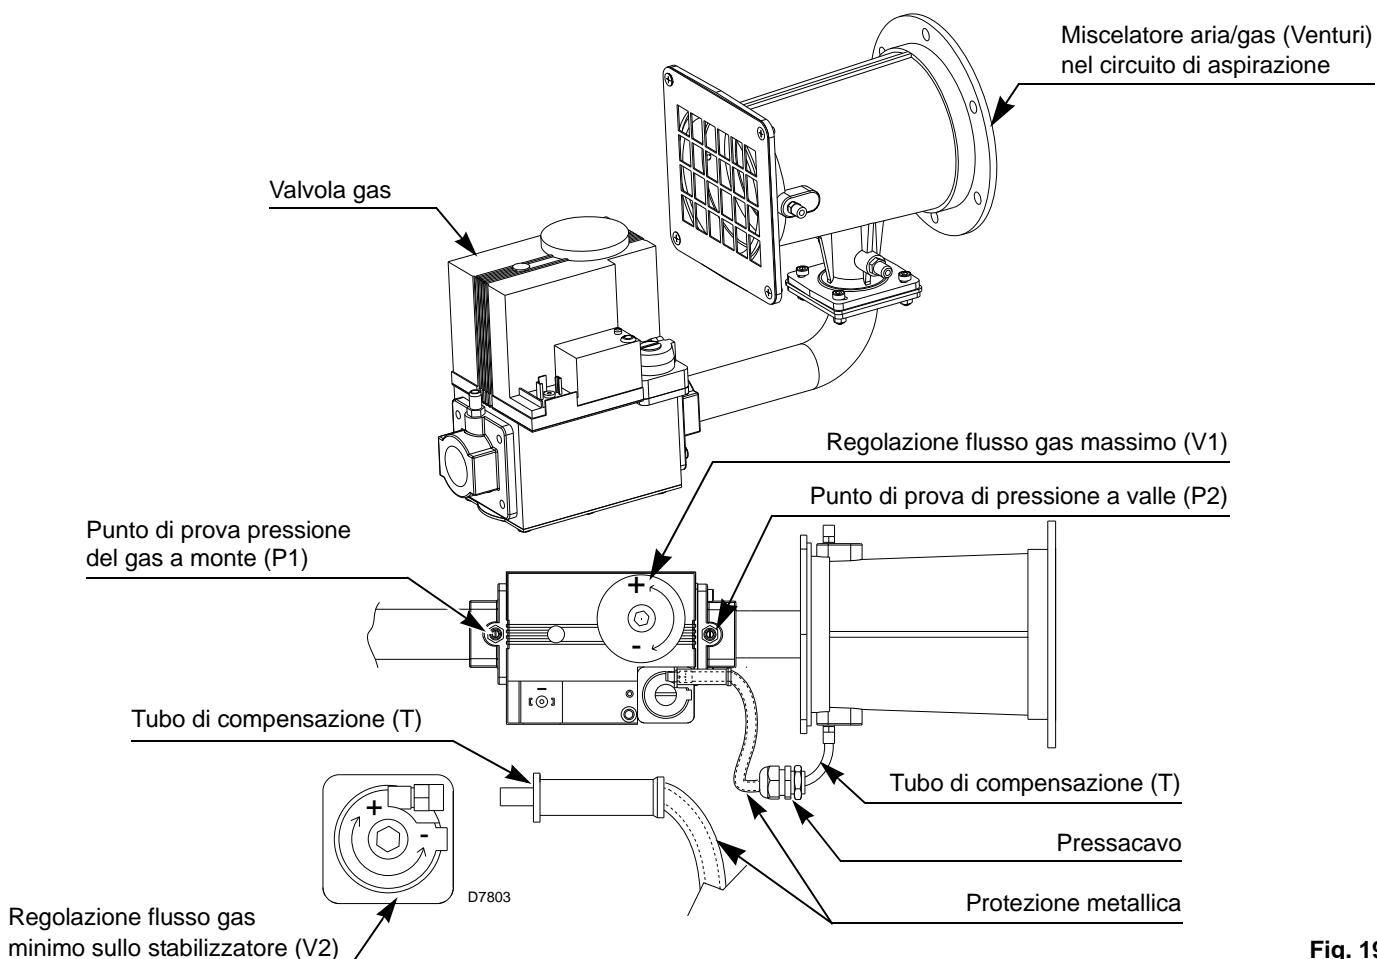

Fig. 19
Il tubo (T)(Fig. 19) tra valvola-Venturi consente di compensare l'accidentale occlusione dell'aspirazione mediante la riduzione del gas erogato.
- sfidare l'aria dalla tubazione del gas mediante la vite sulla presa P1)(Fig. 19 a pag. 20).
Ruotare leggermente in senso antiorario la vite V1)(Fig. 19 a pag. 20) posta sul miscelatore della valvola gas.
La regolazione della portata di gas è ottenuta utilizzando le due viti V1 e V2 (Fig. 19 a pag. 20).